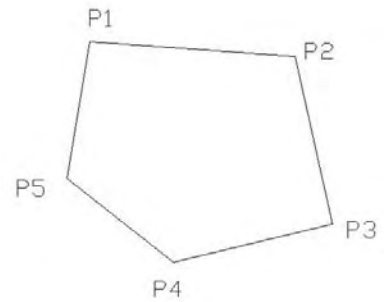

Fig.6.16
- 3 Définissez chaque face en entrant le numéro du sommet (vertex). Exemple (fig.6.16) :